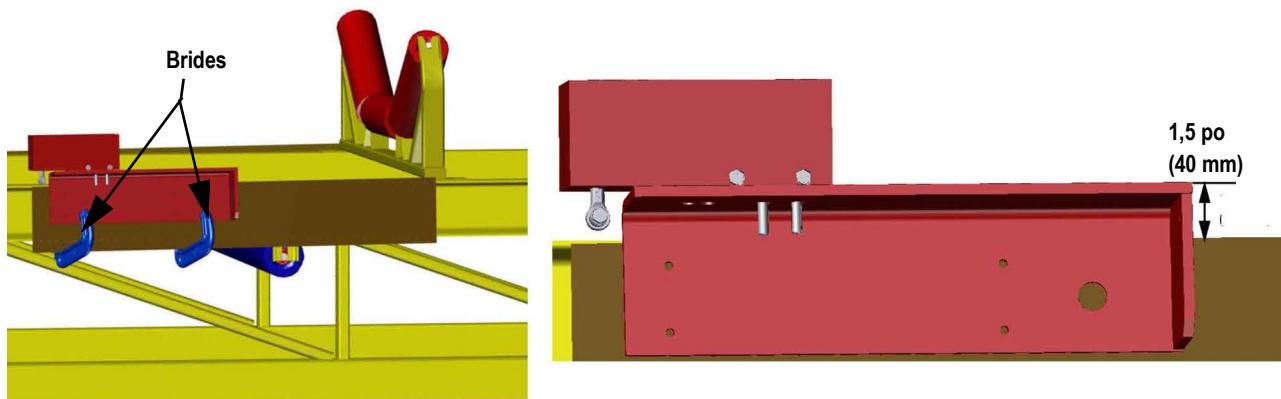

Figure 2-5. Utilisez des brides pour positionner l'ensemble soudé
7. À l'aide de brides, placez chaque ensemble soudé en position correcte. Le haut de la barre peseuse doit être positionné à 1,5 po' (38,1 mm) au-dessus du longeron, de façon à assurer un dégagement pour la station rouleaux lorsqu'elle est reboulonnée en position (voir Figure 2-5). Assurez-vous que l'extrémité longue des bras de levier est dirigée dans le sens de déplacement de la bande transporteuse.